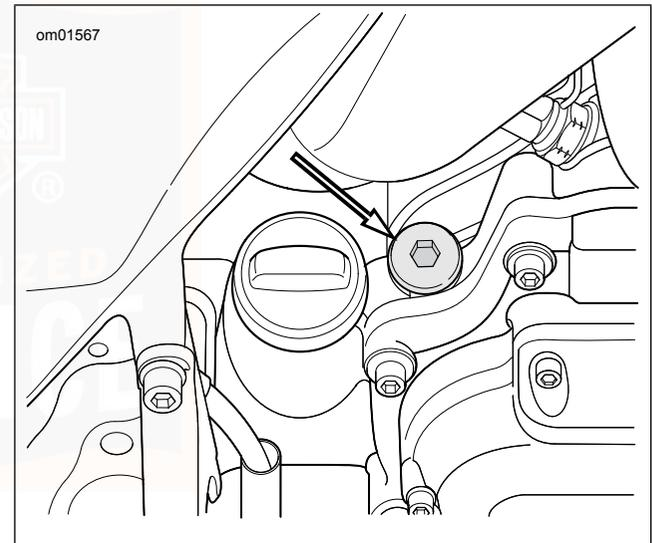

Abbildung 68. Lage des Getriebeeinflussverschlussstopfens/Ölmesstabs
2. Siehe Abbildung 68. Den Getriebeeinflussverschlussstopfen/Ölmesstab entfernen. Den Ölmesstab sauber wischen.